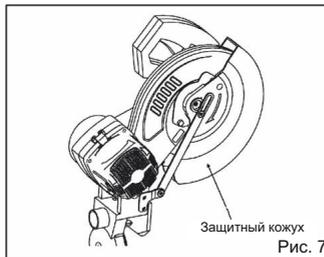

Рис. 7
- Не используйте растворители или чистящие средства на нефтяной основе для очистки пластикового защитного кожуха. Защитный кожух автоматически поднимается при опускании ручки и возвращается в исходное положение после завершения резки и поднятия ручки, так как она оснащена пружиной. (Рис. 7)